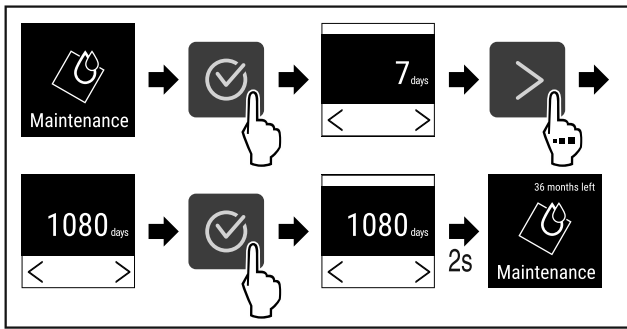

Fig. 75
- ▶ Genomför handlingsstegen (se Fig. 75).